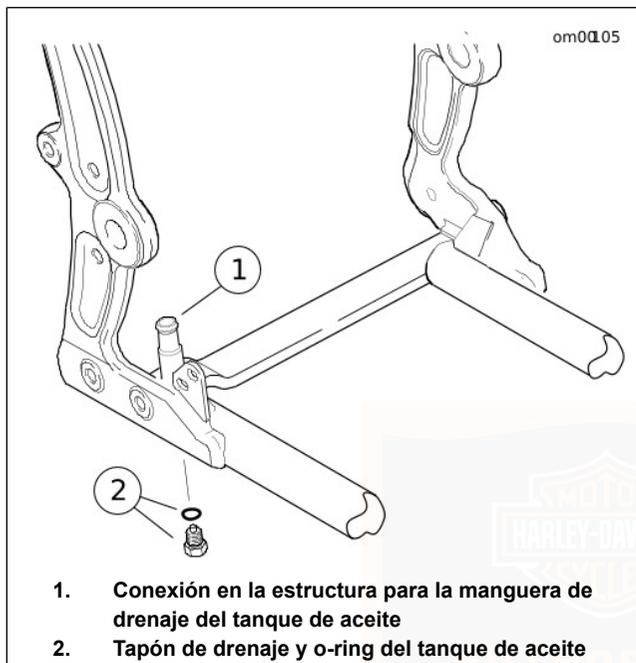

Figura 40. Tapón de drenaje del tanque de aceite: Modelos Softail
3. Vea Figura 40. Quite el tapón de drenaje y o-ring del tanque de aceite (2). Drene el aceite de motor.
6. Vea Figura 40. Instale el tapón de drenaje del tanque de aceite (2).